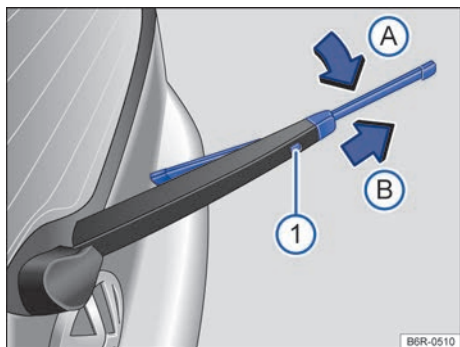

Fig. 115 Sustituir la escobilla del limpiavidrios.
- Mantenga pulsada la tecla de desbloqueo → fig. 115 ⓘ.
- Girar la escobilla del limpiavidrios en la dirección del brazo del limpiador → fig. 115 (flecha A) y, al mismo tiempo, quitar en el sentido de la flecha (B). Para ello, podrá necesitarse un esfuerzo un poco mayor.
- Introduzca la nueva escobilla del limpiavidrios **del mismo tamaño y modelo** en el brazo del limpiavidrios en el sentido contrario a la flecha → fig. 115 (B) hasta que encaje. Para ello, el brazo del limpiador debe estar en la posición rebajada (flecha A).